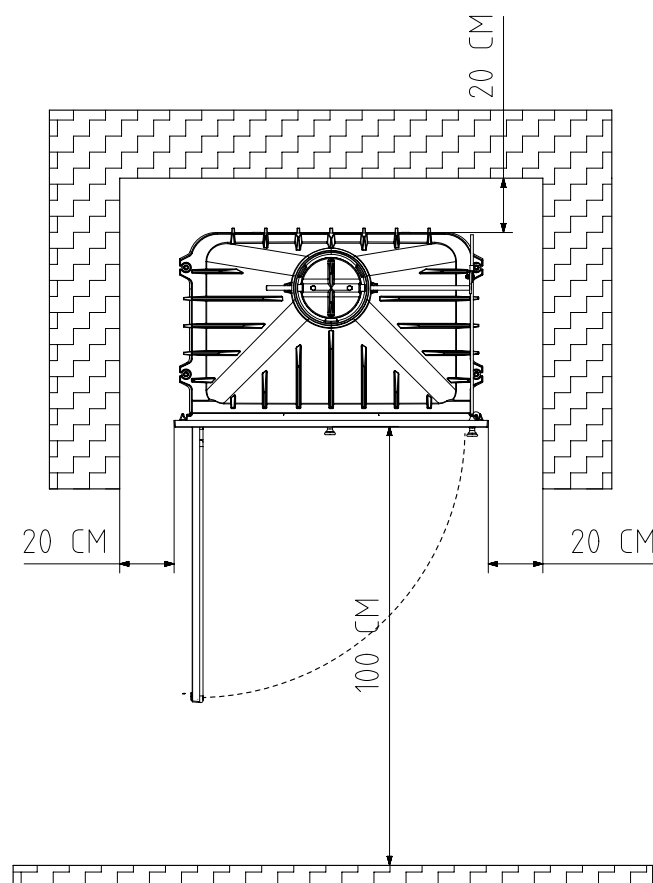

FIG. 7
- Maintenez éloignés tous les matériaux combustibles (meubles, rideaux, vêtements, etc.) à une distance minimum de sécurité de de 0,90m. (Fig. 7)